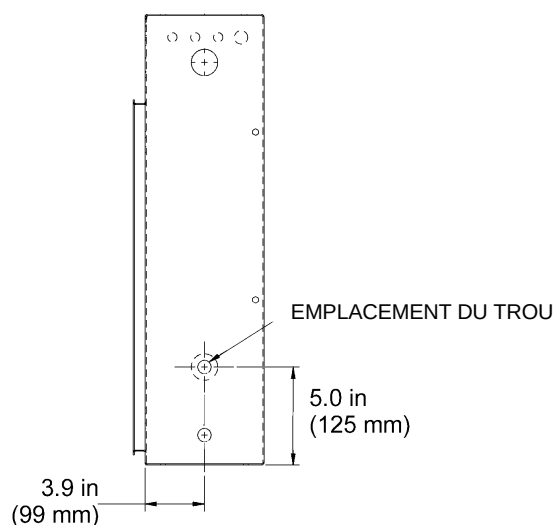

FIGURE 2.0-1 BOÎTIER DU DISPOSITIF DE DÉMARRAGE (AVEC EMPLACEMENT DU TROU DE MONTAGE DE L'ALARME)
3. Forer un trou de 22 mm (7/8 in.) de diamètre sur le côté droit du boîtier du dispositif de démarrage à l'emplacement illustré à la figure 2.0-1